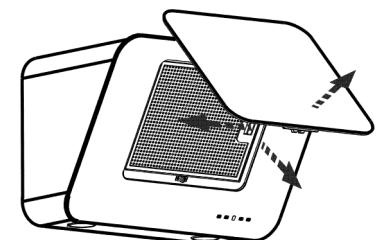

рис. 4
8.3 Для очистки алюминиевого фильтра извлеките его из вытяжки (рис.4). Произведите очистку фильтра с помощью щетки горячим водным раствором нейтрального моющего средства вручную или в посудомоечной машине (при 60°C). Сильно загрязненный фильтр не следует мыть в посудомоечной машине вместе с посудой.
6.1.1 Перед установкой вытяжки снимите алюминиевый фильтр (рис. 4).
- потяните за нижний край откидной панели, как показано на рис. 4 и откройте ее;
- снимите алюминиевый фильтр, для этого нажмите на пружинный замок фильтра и потяните его на себя (рис. 4);